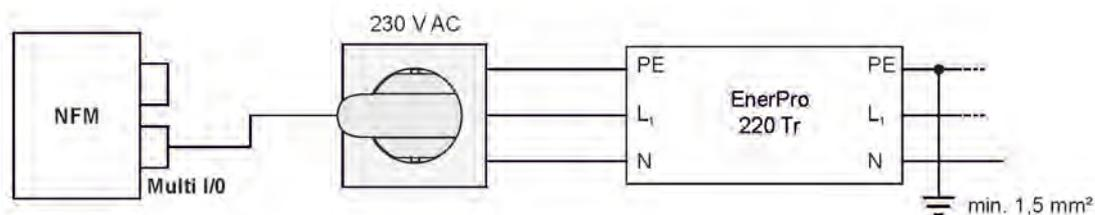

Fig. 25-2 Protection contre les surtensions pour la source d'alimentation AC en général
Si la **source d'alimentation extérieure directe** est supérieure à 12 V DC (p. ex. pour l'alimentation solaire), le type DataPro 2x1 12V/12V-11µH-Tr (N) pour non-Ex (Fig. 25-2) est recommandé.